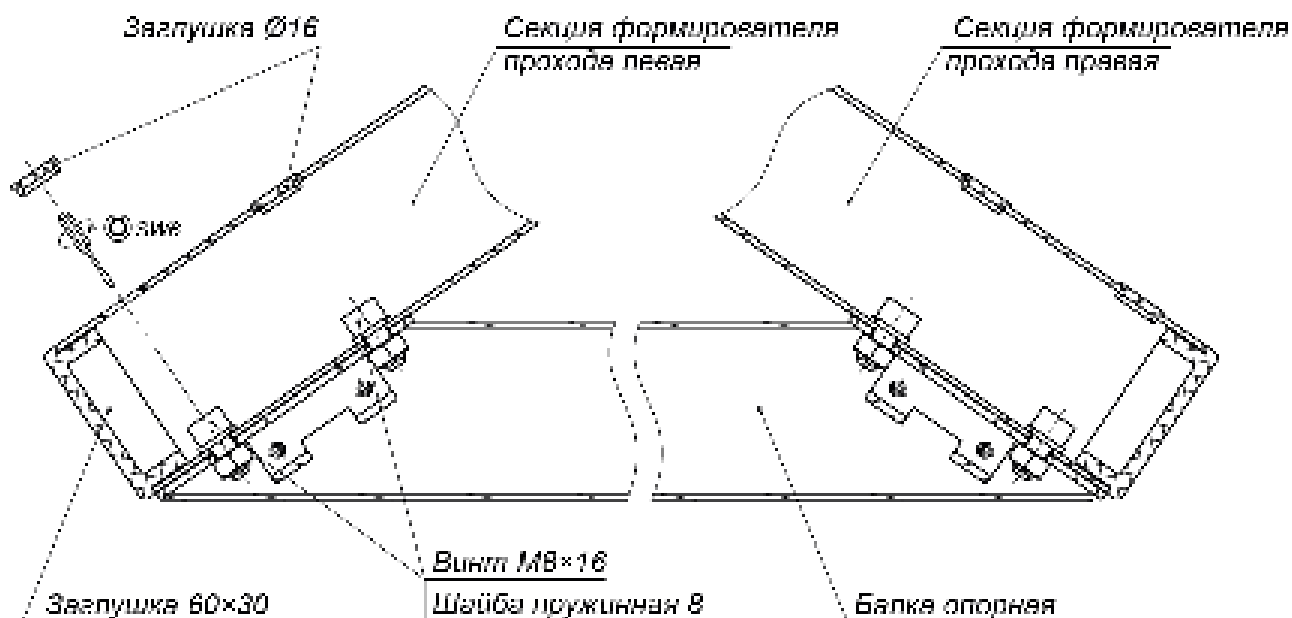
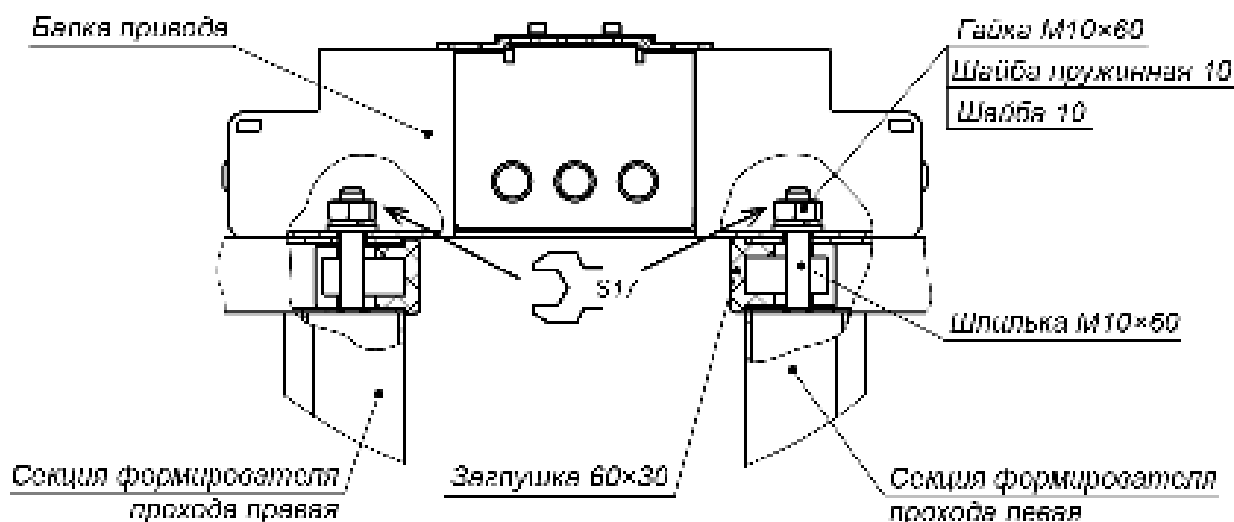

Рисунок 15. Крепление балки опорной к секциям формователя прохода
Рисунок 16. Крепление балки привода к секциям формователя прохода
- Установите секции (6) формователей прохода на установочную поверхность, ориентируя отверстия в опорных фланцах по расположению анкеров. При этом левая и правая секции каждого ИУ турникета должны быть правильно выставлены и сориентированы: блоки индикации формователей должны быть развернуты наружу (см. рис. 2) и учтено расположение на секциях мест крепления опорной балки (см. рис. 15).
14. Установите балки опорные (7) на секции (6) формователей прохода, каждую в следующем порядке (см. рис. 15):
15. Распакуйте балку привода (9) с крышкой (10) (ящик №1).
16. Произведите монтаж балки привода (9) (работайте вдвоем!):
- Снимите крышку (10) с балки привода (см. разд. 6).
- Используя две стремянки, осторожно установите балку сверху на турникет, при этом шпильки, расположенные на секциях (6) формователей прохода, должны попасть в соответствующие отверстия в балке. Будьте внимательны – не повредите соединительные кабели!
- Придерживая балку, осторожно приподнимите ее с одной стороны и пропустите концы кабелей индикации (14) из балки опорной (7) в соответствующие отверстия балки привода. Временно закрепите их внутри балки (к примеру, с помощью скотча). Те же самые действия произведите с другой стороны балки.
- Закрепите балку привода на секциях (6) формователя прохода четырьмя гайками М10 с шайбами (см. рис. 16), накрутив их на шпильки с помощью торцового ключа S17. Затяжка гаек предварительная, для возможности регулировки положения.
- Проверьте вертикальность положения ротора с помощью уровня. При необходимости устраните отклонение от вертикальности путем смещения балки привода (9) в пределах допуска монтажных отверстий. Окончательно затяните все гайки и винты крепления балки привода.
20. Закройте пластиковыми заглушками Ø16 отверстия для винтов соединения секций ротора (2) и отверстия крепления балки опорной (7) к секциям (6) формователя прохода (см. рис. 15 и 19).